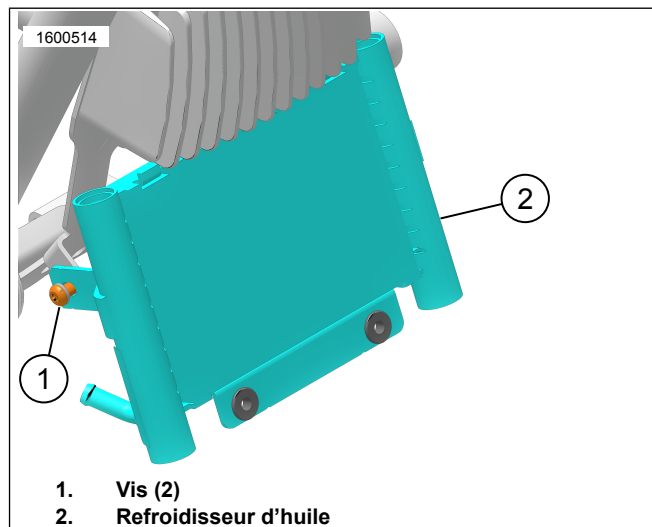

Figure 2. Vis du refroidisseur d'huile
2. Voir la Figure 2. Enlevez les vis (1).
- a. Voir la Figure 2. Installez et serrez les vis (1).